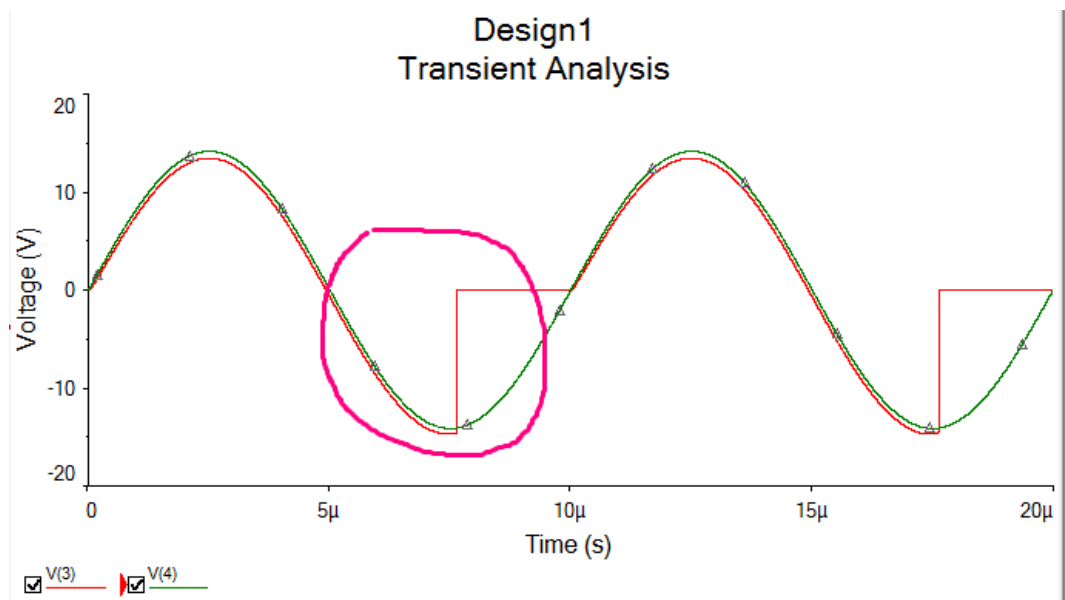

Рис. 12.
7. Поступово збільшуючи частоту напруги (можна у 10 разів з кожним кроком) оцініть, до якої межі заданий діод зберігає випрямляючі властивості, тобто діод не буде встигати перемикатись і напруга на виході також буде приймати від'ємні значення (рис. 12). Не забувайте пропорційно збільшенню частоти джерела зменшувати час симуляції TSTOP.
4. Одержіть ті самі залежності для схеми на рис. 12 за допомогою аналізу сигналу за часом *Transient analysis*. Час аналізу обмежте кількома періодами (TSTOP = N / f, де N – бажана кількість періодів, f – частота змінної напруги). На вкладці *Output* задайте змінні, які б ви хотіли подивитись – напругу на вході (тобто, на вузлі 1 у даному прикладі) V(1) та напругу на виході V(2) (тобто, напругу на вузлі 2).